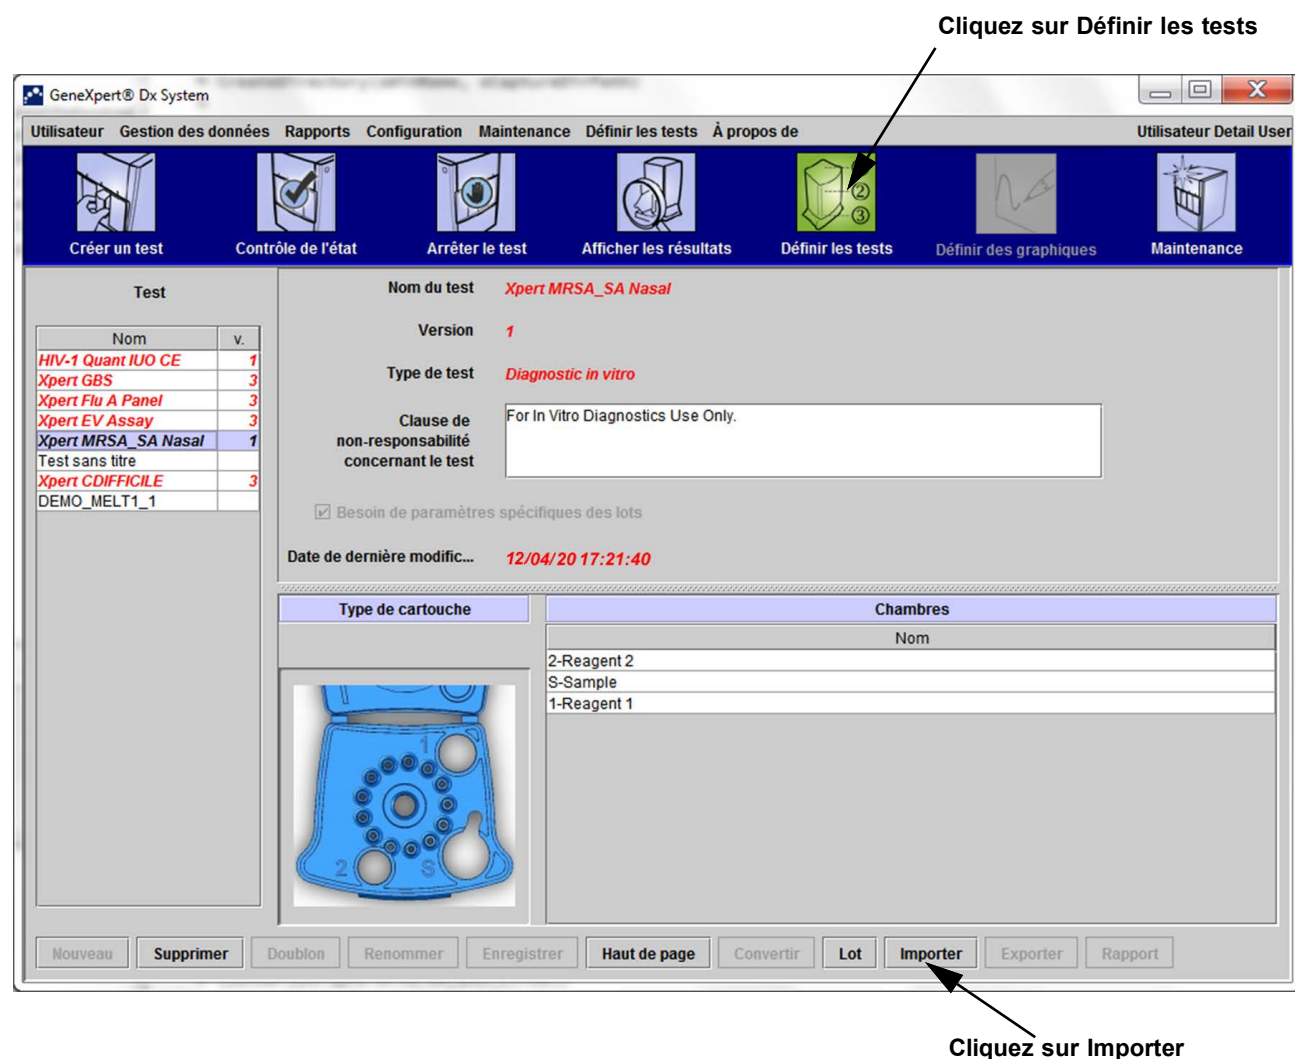
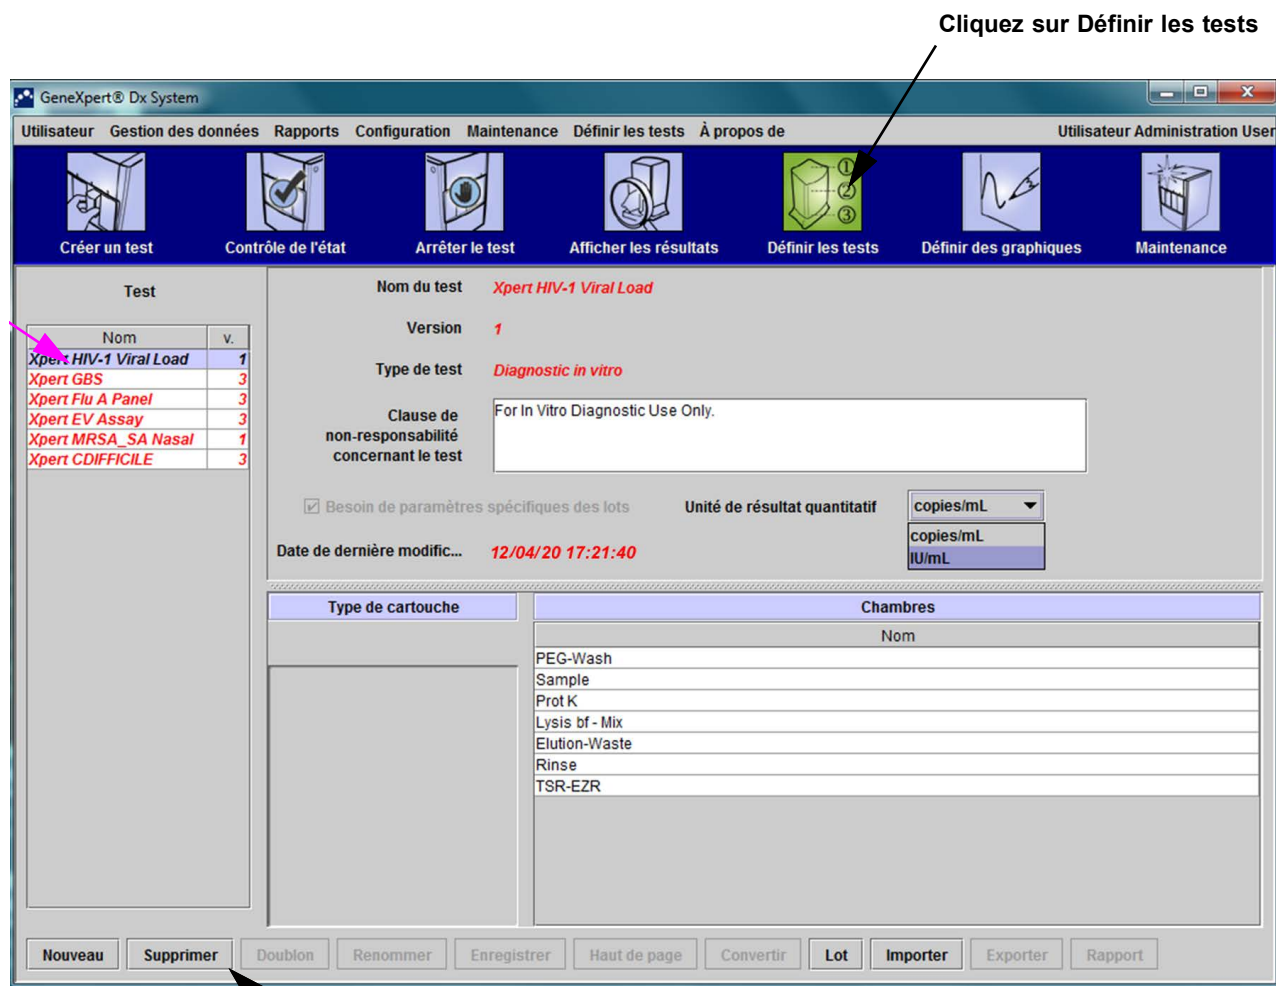

Figure 2-91. Système—Fenêtre Définir les tests (Vue Utilisateur Détail)
Figure 2-93. GeneXpert Dx System—Fenêtre Définir les tests (Vue Utilisateur Administrateur)
1. Dans la fenêtre GeneXpert Dx System, cliquez sur **Définir les tests** dans la barre de menus. La fenêtre Définir les tests apparaît. La Figure 2-93 illustre la fenêtre Définir les tests pour l'administrateur GeneXpert Dx system. La fenêtre des utilisateurs Détail et De base dispose de moins de fonctions (voir Figure 2-91).
Il est possible de modifier l'unité de résultat quantitatif après avoir importé un test quantitatif. Voir Figure 2-93.
1. Pour supprimer un fichier de définition de test, sélectionnez le nom d'un test dans la liste de tests dans la fenêtre Définir les tests (côté gauche de la fenêtre) (cf. Figure 2-93), puis cliquez sur **Supprimer**. Un message de confirmation s'affiche.